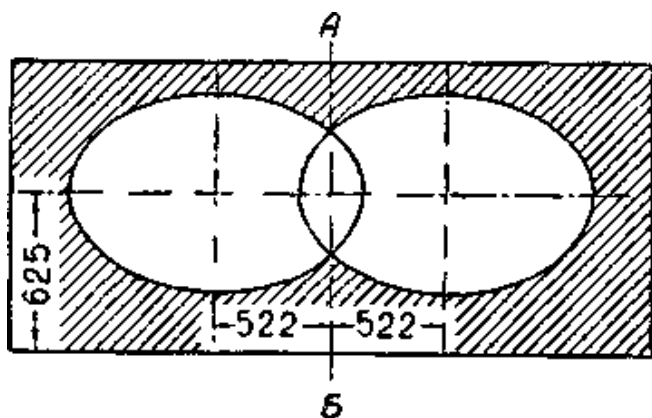
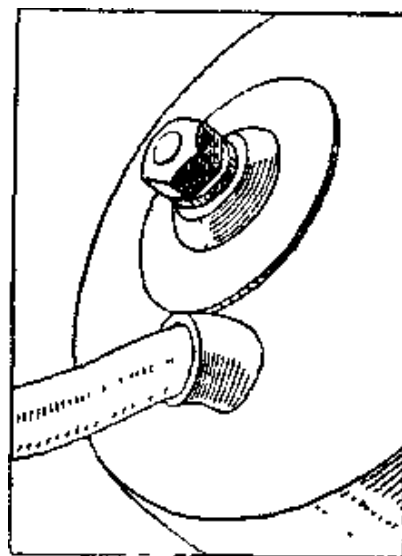

Рис. 86 Размеры экрана для регулировки света фар.
Рис. 87. Гайки крепления фары.
3. Включите дальний свет и, закрыв одну из фар, проверьте расположение светового пятна на экране. Пятно должно быть расположено так, чтобы его центр был на высоте 625 мм от пола и на 522 мм от оси АБ, совпадающей с продольной осью автомобиля (см. рис. 86).
бить гайку шпильки крепления фары (рис. 87) и, перемещая рукой шпильку с гайкой, обеспечить положение пятна на экране согласно рис. 86.